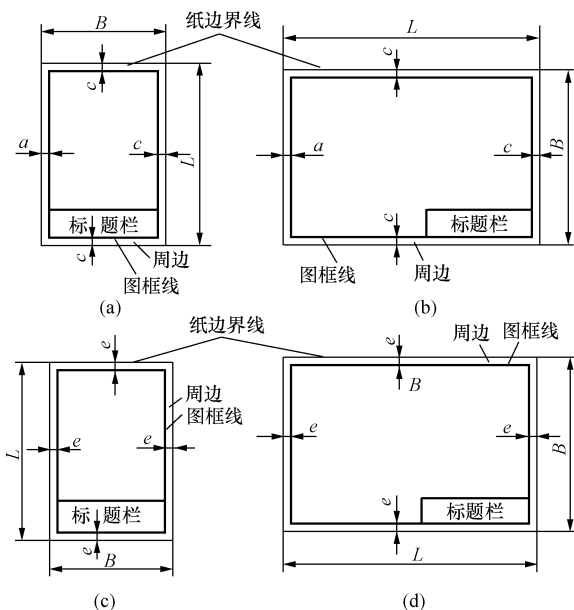

图 1-2 图框格式
(1) 图样幅面、格式及比例。图样幅面应优先采用表 1-2 及图 1-2 规定的图样幅面尺寸,必要时可沿长边加长。对于 A0、A2、A4 幅面的加长量应按 A0 幅面长边的  $1/8$  的倍数增加;对于 A1、A3 幅面的加长量应按 A0 幅面短边的  $1/4$  的倍数增加。A0 及 A1 幅面也允许同时加长两边。
需装订的图样，其图框格式如图 1-2（a）、（b）所示；不需装订的图样，其图框格式如图 1-2（c）、（d）所示。图框线用粗实线绘制。